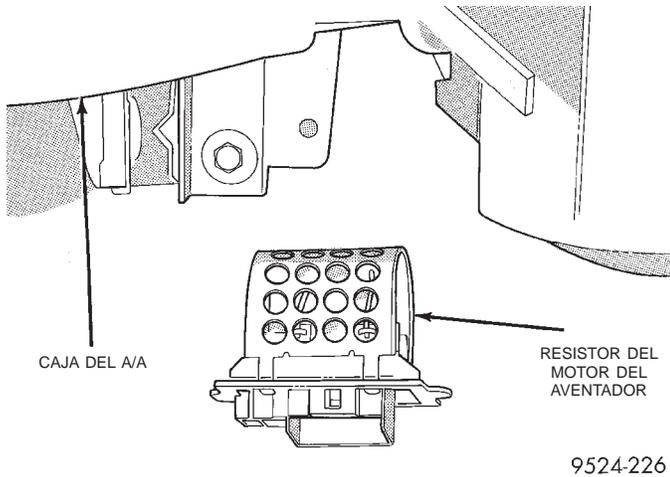

Fig. 14 Resistor del motor del aventador
- (4) Extraiga el resistor del motor del aventador de la caja del calefactor (Fig. 14).